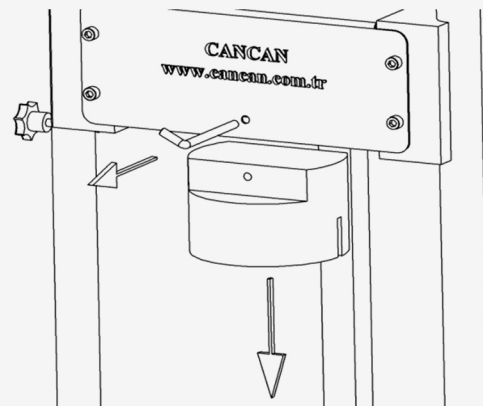

Рисунок 7
- ✓ Для того чтоб вытащить Толкающий Клин извлеките Центрирующий вал из гнезда и потяните эту часть оборудования вниз. (Рисунок7).